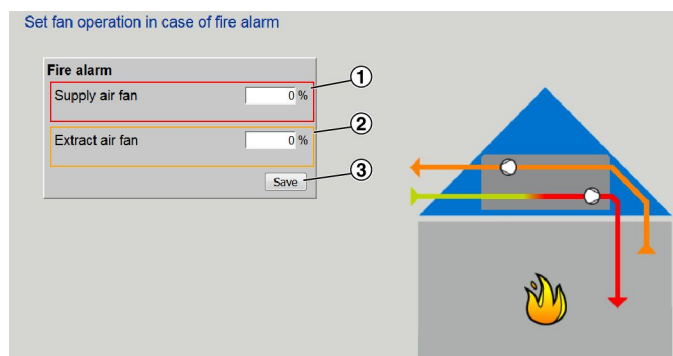

Рис. 50: Настройка вентиляторов в случае пожара.
6. ▶ Введите значение для приточного вентилятора (Рис. 50/1).
7. ▶ Введите значение для вытяжного вентилятора (Рис. 50/2).
8. ▶ Нажмите на «Сохранить» (Рис. 50/3).